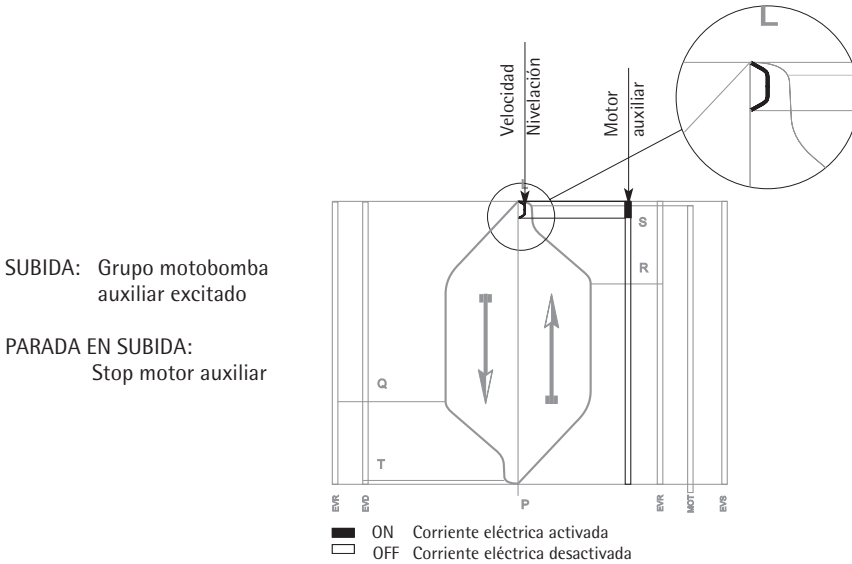

Fig. 41 Diagrama de la velocidad de cabina
- El diagrama de la velocidad de cabina es el de la Fig. 41, pág. D840M3L.059.